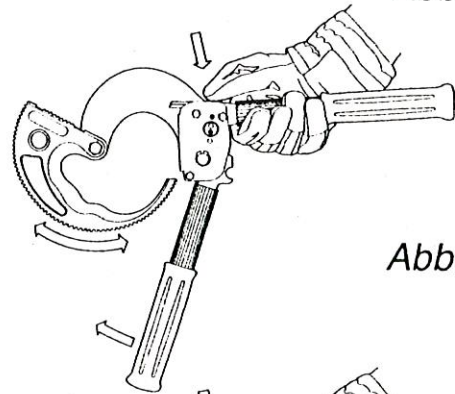

Abb. 4
2. To freely turn pivoted blade in any direction keep hand lever fully open and at the same time press down retaining pawl (fig. 4). Open cutter wide enough to be able to easily insert the cable into the gap. Insert cable.
Keep hand lever fully open and release retaining pawl, if necessary by tapping slightly with a plastic hammer. Keep retaining pawl depressed and open hand lever fully. The pivoted blade can now be turned back (fig. 4).
2. Wenn gleichzeitig die Halteklinke niedergedrückt und der bewegliche Handhebel bis zu seinem Anschlag gehalten wird, kann das Drehmesser ungehindert in beliebiger Richtung gedreht werden (Bild 4). Nun das Drehmesser so eindrehen, daß das Kabel leicht in die Öffnung eingebracht werden kann.